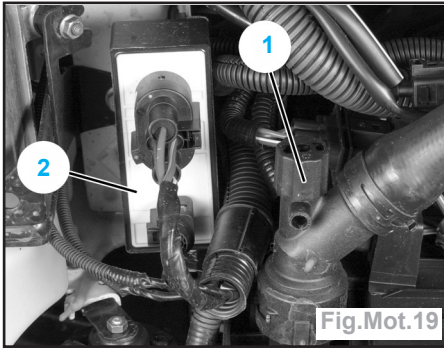

Fig.Mot.19
- Ouvrir le bouchon de vidange (1) du radiateur, situé dans l'angle inférieur gauche de celui-ci (Fig.Mot.19).